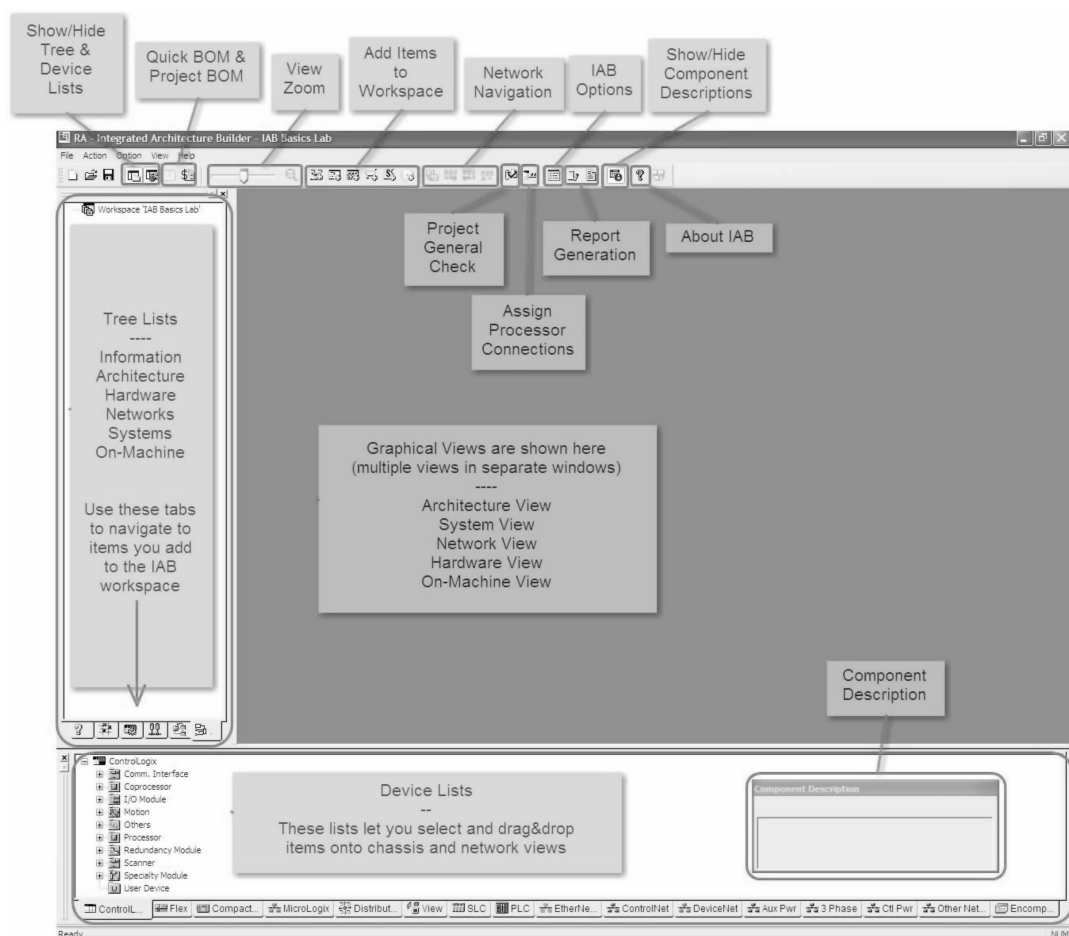

图 26-8 IAB 工作区界面
5. 花费几分钟的时间来熟悉 IAB 工作区，如图 26-8 所示。